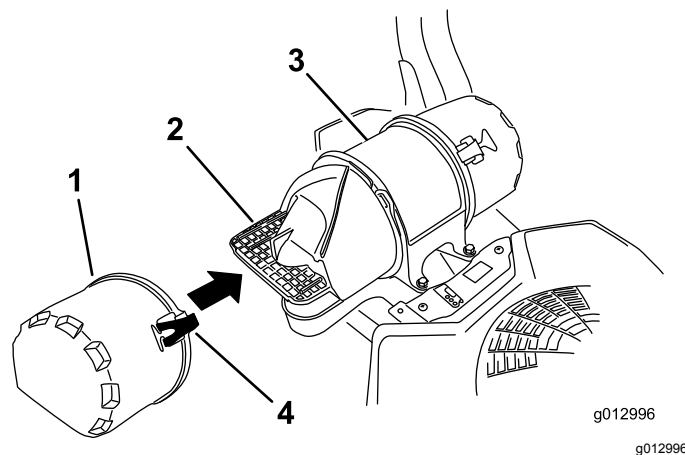

Figure 45
3. Ouvrez les dispositifs de verrouillage du filtre à air et séparez le couvercle d'entrée d'air du boîtier du filtre (Figure 45).
5. Reposez le couvercle d'entrée d'air et fixez-le avec les verrous (Figure 45).